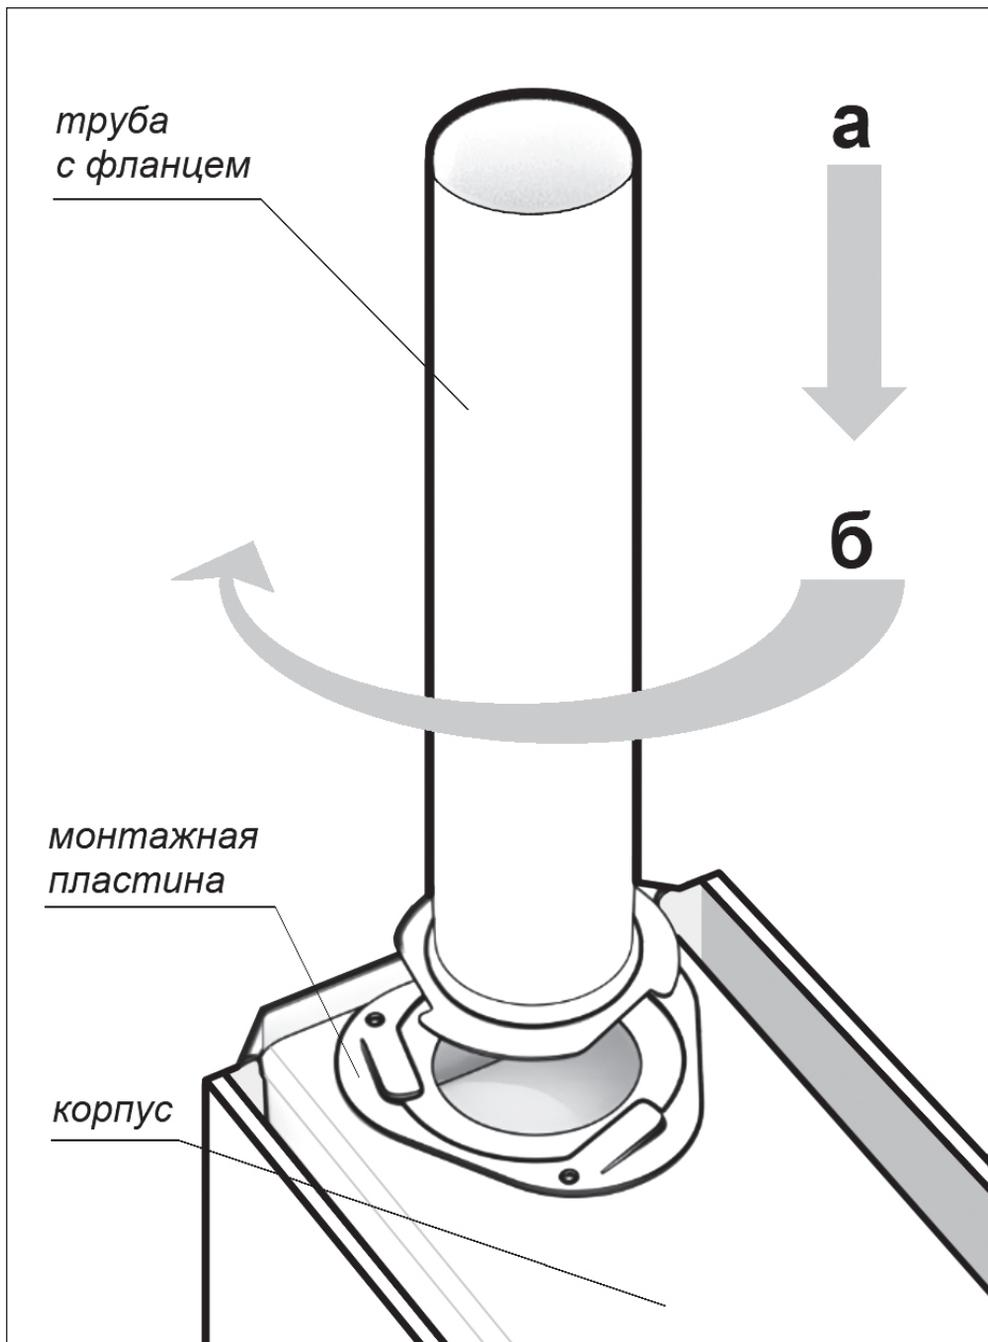
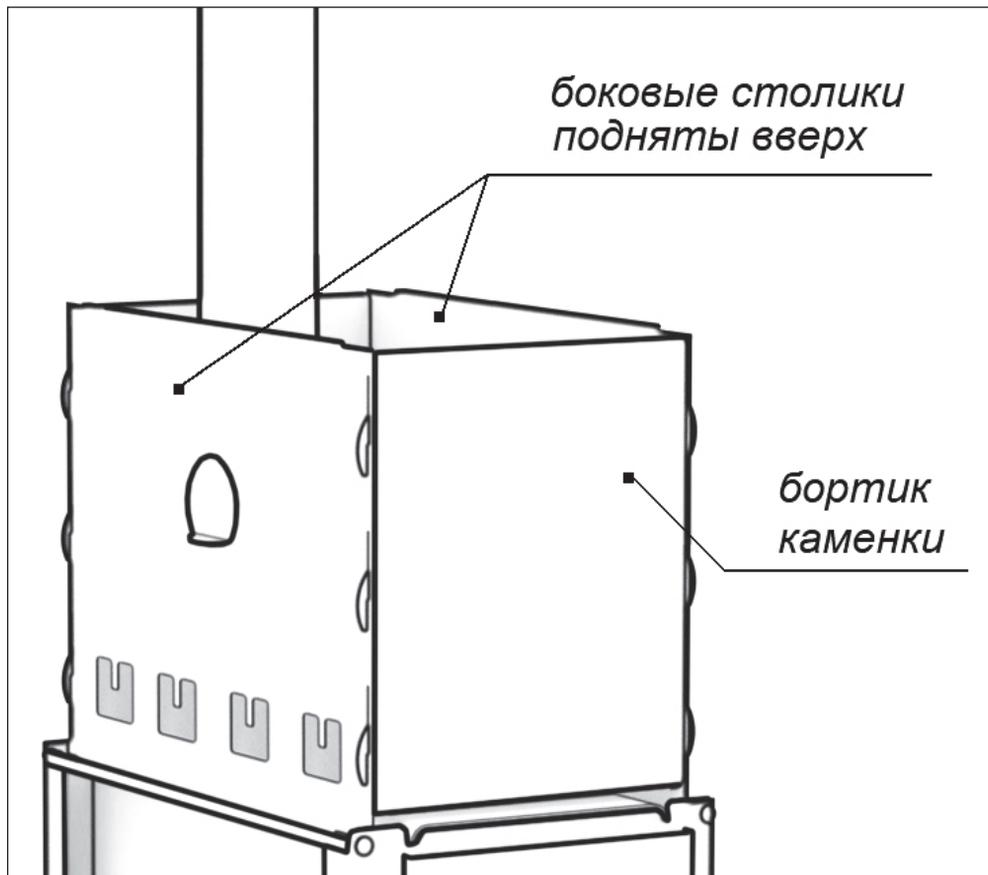
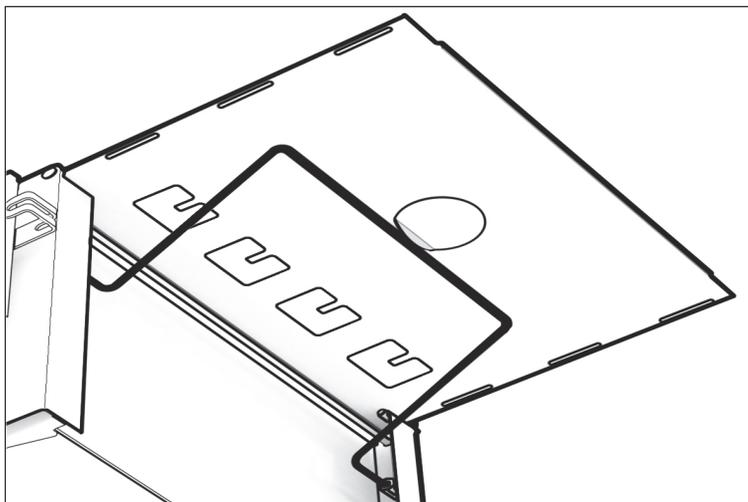

Рисунок 8. **Монтаж первого звена дымохода.**
Рисунок 9. Сборка короба каменки.
Рисунок 10. **Фиксация столика в горизонтальном положении.**
Разборный дымоход устанавливается на печь (см. рис.8). Дымоход снабжен проходом потолочным (поз.13). Металлический лист (поз.8) фиксирует ножки печи, а также служит в противопожарных целях. Внешние экраны (поз.3) и стенки корпуса образуют конвективные каналы, по которым движется теплый воздух, – это ускоряет обогрев помещения. Экраны могут служить стенками для каменки (см. рис.9), а также раскладными столиками (см. рис.10).
- экраны могут трансформироваться в откидные столики (см. рис. 10);
- экраны могут служить боковыми стенками каменки (см. рис. 9);
- а)** Трубу с фланцем совместить с монтажной пластиной, вплотную к поверхности корпуса печи (рис. 8).
Внешние экраны можно превратить в столики. Для этого нужно повернуть экран горизонтально и подпереть поворотной рамкой (см. рис. 10).
Короб каменки (см. рис. 9) монтируется из бортиков каменки (см. комплектацию) и боковых экранов.